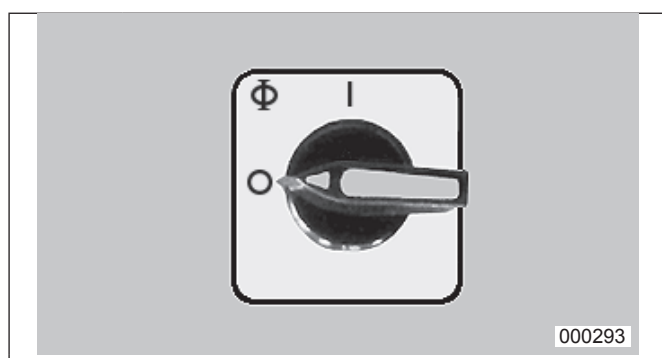
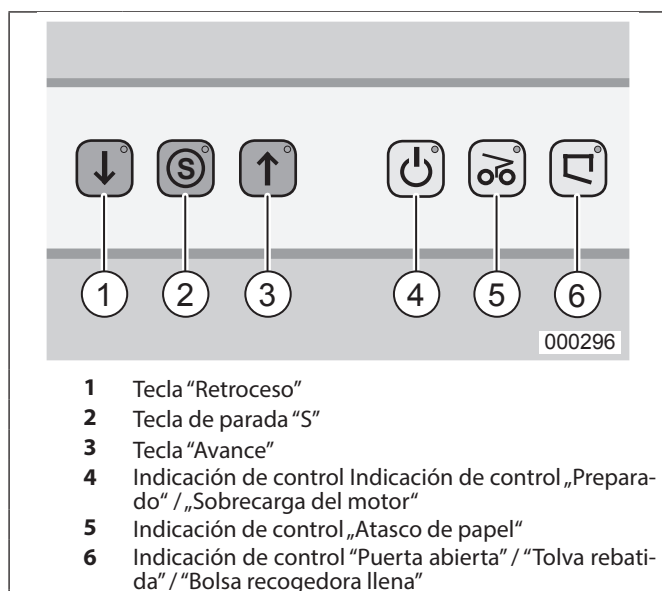

fig. 2 Elemento de manejo (Paro de emergencia)
fig. 3 Elementos de manejo panel de control
1. Conectar el interruptor general (posición "1") (fig. 2).
2. Accionar la tecla "Avance" (fig. 3/3). El mecanismo de corte funciona.
Se enciende cuando el interruptor general (fig. 2) está conectado.
Parpadea cuando el motor está sobrecargado. El aparato no se puede activar durante la fase de enfriamiento del motor. Además, la lamparita de la indicación de control (fig. 3/6) se enciende.
Conecte el aparato en el interruptor general (fig. 2). Para indicar la disposición para el funcionamiento, se encienden el piloto de la indicación de control "Preparado" (fig. 3/4), así como el de la tecla roja de parada "S" (fig. 3/2).
2. Accionar la tecla "Avance" (fig. 3/3).
3. Para desconectar el aparato, pulsar la tecla roja de parada (fig. 3/2).
- El mecanismo de corte se bloquea. La indicación de control (fig. 3/5) se enciende.
Cuando la bolsa recogedora está llena, la máquina se desconecta. La indicación de control "Bolsa recogedora llena" (fig. 3/6) se enciende. Vacíe la bolsa recogedora como sigue:
Preste atención a que la máquina esté desconectada durante la noche (interruptor general (fig. 2) en posición "0").
1. Accione brevemente la tecla de retroceso (fig. 3/1). El material queda liberado.
2. Vuelque la tolva hacia atrás. El piloto de la indicación "Puerta abierta" o "Tolva rebatida" (fig. 3/6) se enciende.
El aparato está equipado con un motor con protección térmica. Éste se desconecta en caso de sobrecarga. Este hecho se señala mediante el parpadeo del piloto de la indicación "Preparado" (fig. 3/4). Además, la lamparita de la indicación de control (fig. 3/6) se enciende.
- ¿Está conectado el interruptor general (fig. 2)?